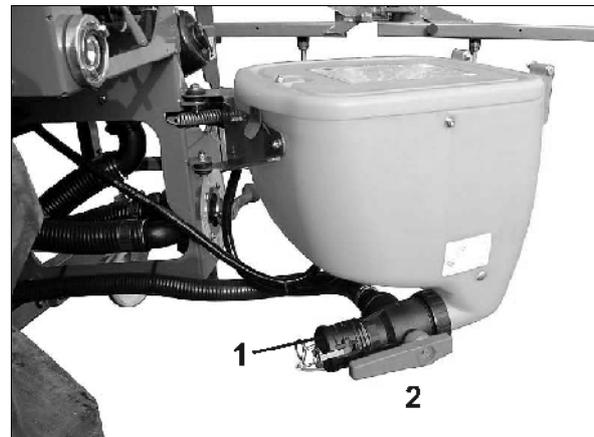

Bild 110
7. Demontera locket (Bild 110/1) vid omkopplingskranen Sug från inspolningsbehållare / Suganslutning för spruttank. Placera omkopplingskranen (Bild 110/2) i position "Suganslutning för spruttank".